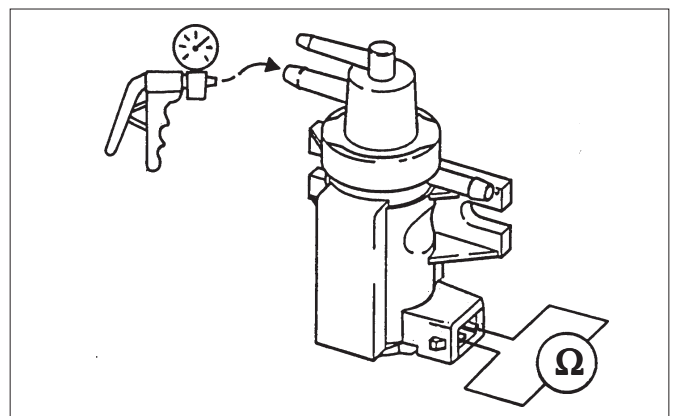

Abb. 8
#### EPW-Widerstand prüfen, Abb. 8
- Widerstand gemäß Abb. 8 messen.
#### Funktion prüfen, Abb. 8
- Handunterdruckpumpe gemäß Abb. 8 anschließen, sie dient hier als Manometer. Die anderen Schlauchverbindungen bleiben.